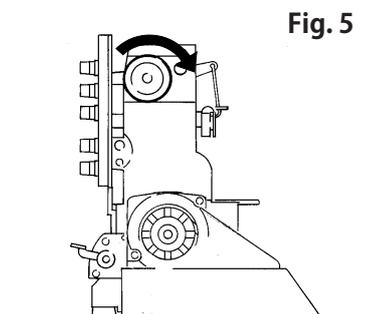

Fig. 5
3. Conecte la máquina antes de la primera puesta en marcha y controle la dirección de giro del volante. El volante ha de girar, visto desde el volante mismo, en el sentido de las agujas del reloj.(Fig. 5, 6)